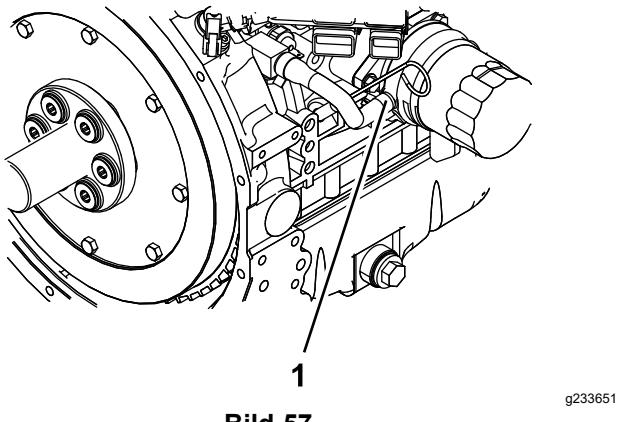

Bild 57
6. Entfernen Sie den Kühlmittelschlauch vom Ölkühler und lassen Sie das Kühlmittel aus dem Motorblock ab (Bild 57).